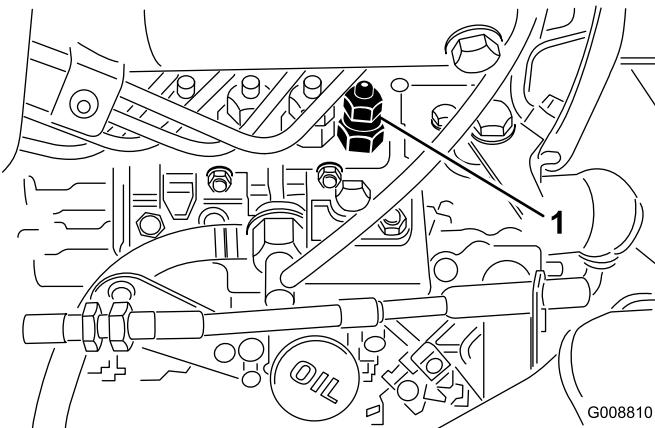

Figura 53
1. Allentate l'attacco del tubo con l'insieme del supporto e dell'ugello dell'iniettore n. 1 sulla pompa di iniezione (Figura 53).